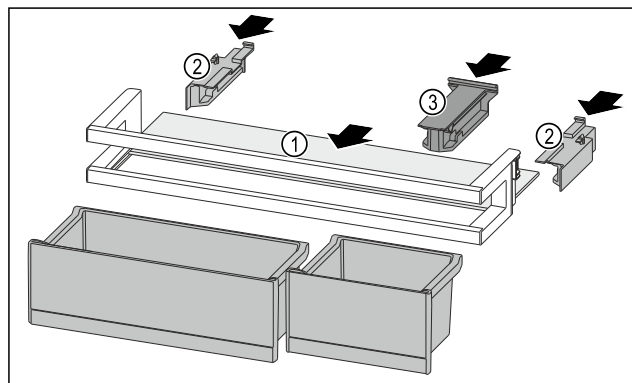

Fig. 272
- Umetnite policu Fig. 272 (1) u bočna udubljenja.
- Umetnite bočne dijelove Fig. 272 (2).
- Umetnite pridržni dio Fig. 272 (3).